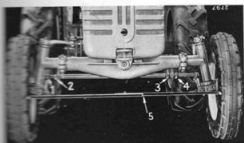

Bild 17. 1. Kort parallellstagsförlängning med kulle
Drag sedan ut framaxelförlängningarna lika mycket på båda sidor till önskat läge, se till att inställningsbultarnas hål kommer mitt för varandra, och sätt tillbaka bultarna i hålen. Drag till axelförlängningarnas klamrar. Efter varje ändring av spårvidden måste parallell- och styrstagen justeras in efter den nya spårvidden. Sedan fjäderklämmorna tagits bort och klammerna (3 och 4, bild 17) lossats, kan den längre parallellstagsförlängningen dras in eller ut efter behov i intervaller på 100 mm. Mellanlägen kan erhållas genom att klammer (2) lossas och den korta förlängaren skruvas in eller ut. Drag sedan till alla klammer och bultar.
För justering av "toe-in" förlängs eller förkortas parallellstagets förlängare (1, bild 17) efter behov. Kontrollera inställningen då och då.